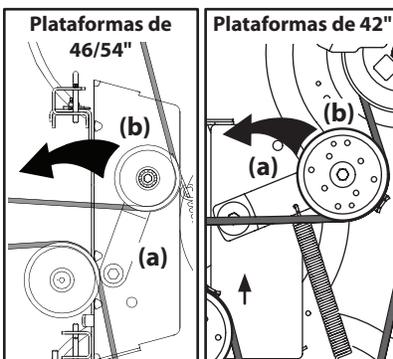

Figura 4-11
- b. Desde la parte media del tractor, haga girar el soporte de polea loca (a) y la polea loca móvil (b) hacia atrás, separándolos de la parte posterior de la correa en 'V' a una distancia suficiente que permita levantar la correa, por encima de la polea loca (b). Consulte Figura 4-11.